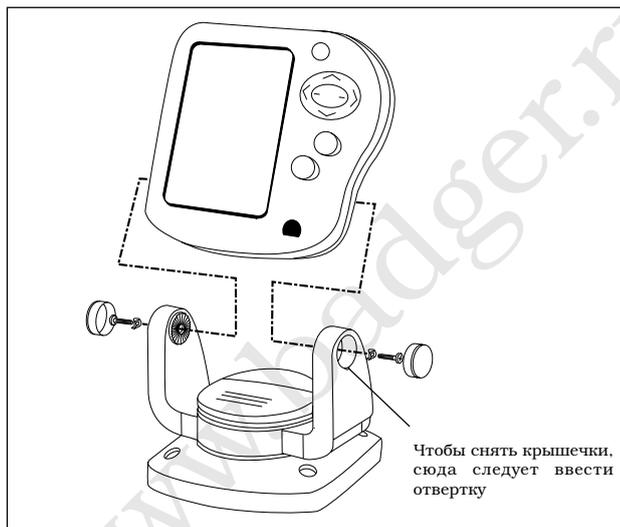

Рис.2-11
6. Высвободить экранный блок из зажимов турели, как показано на рис.2-11. Нажать большую кнопку в центре турели, чтобы разделить щеки крепления. Экранный блок скреплен со щеками двумя винтами. Каждый винт покрыт крышечкой. найдите небольшой паз позади крышечки и подцепите ее небольшой отверткой. Снимите крышечки, затем два винта и две пружинных шайбы. Сложите детали в коробочку, чтобы потом можно было все собрать обратно.